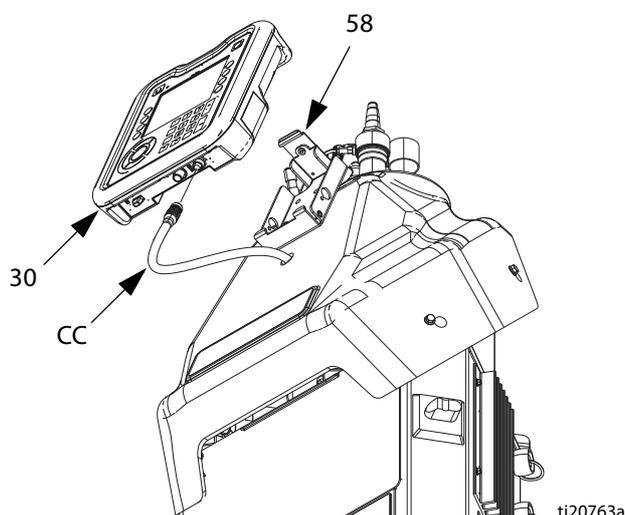

Рис. 46
2. Отключите кабель (CC) от разъема на нижней части ADM (30). См. Рис. 46.
3. Снимите ADM с кронштейна (58).